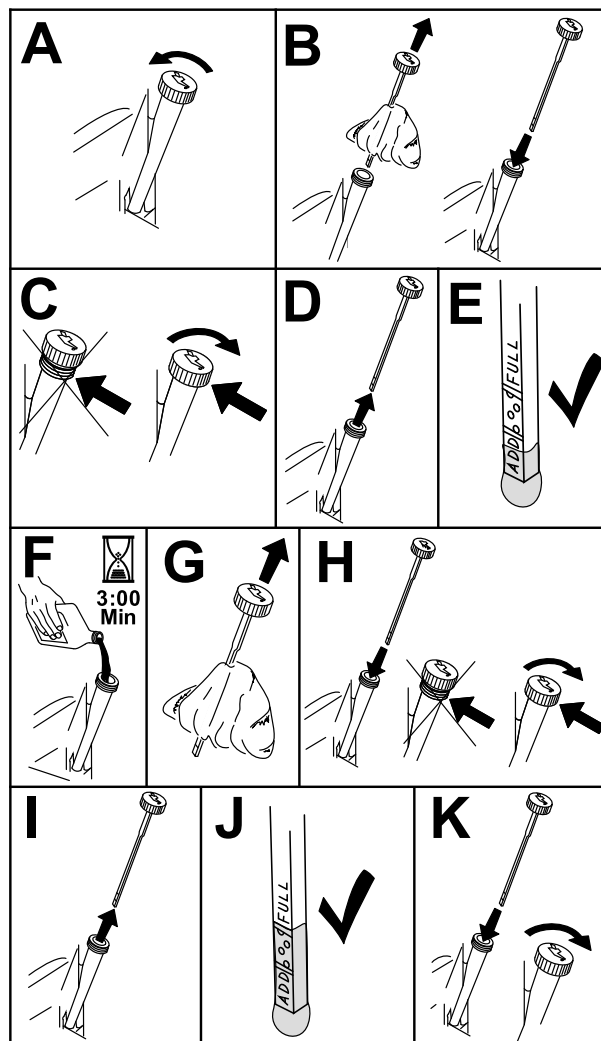

Figura 39
3. Para que no entre suciedad, recortes de hierba, etc., en el motor, limpie la zona alrededor del tapón de llenado/varilla de aceite antes de retirarlo (Figura 39).